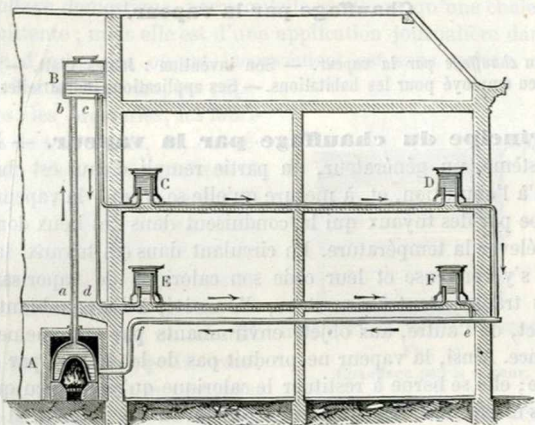

Fig. 79.
2. Voici maintenant comment on dispose les choses pour le chauffage des grands édifices. Une chaudière en forme de cloche A (fig. 79), au centre de laquelle se trouve son foyer, est établie dans une cave. Un long tube *a b* la surmonte et s'élève directement jusqu'à un réservoir B placé sous les combles, et qu'on appelle *vase d'expansion*. Ce tube est, ainsi que la chaudière, entièrement plein d'eau. Il en est de même de la plus grande partie du réservoir. Enfin, de la partie inférieure de ce dernier partent autant de tubes qu'il y a d'étages à chauffer. Chacun de ces tubes, *cd*, par exemple, parcourt l'étage qu'il doit desservir,